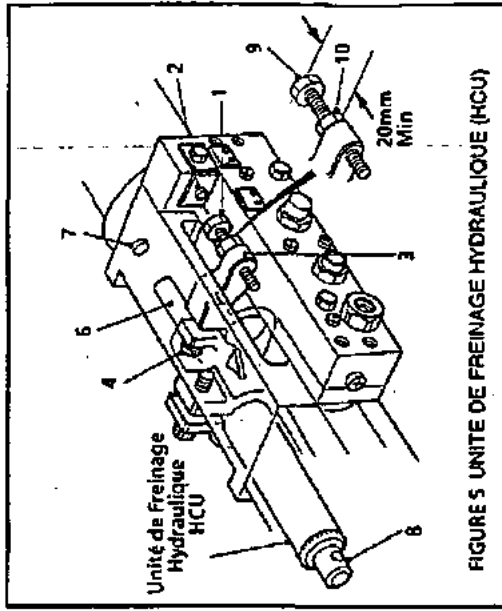

FIGURE 5 UNITÉ DE FREINAGE HYDRAULIQUE (HCU)
REGLAGE D'UNE OPERATION DE PERÇAGE (Voir Figure 5)
Utiliser (9) Figure 5 pour le réglage final de la profondeur.
Bloquer à l'aide de (10) Figure 5.
Le bout du taraud DOIT être au moins à 14 mm au-dessus de la pièce pour tenir compte du déplacement d'inversion de l'inversion de la tête de taraudage. Régler la distance entre (2) et (1) Figure 5 à la profondeur de taraudage PLUS la distance du taraud au-dessus de la pièce.